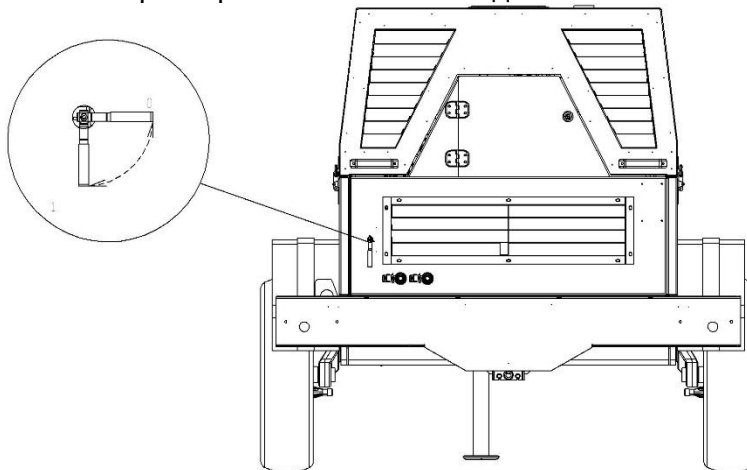

Рис. 4.3.1
1. Убедитесь в том, что кран включения нагрузки находится в положении «0» (Start) Рис.4.3.1 и что в компрессоре нет избыточного давления.
2. Поверните кран включения нагрузки в положение «1» Рис.4.3.1.